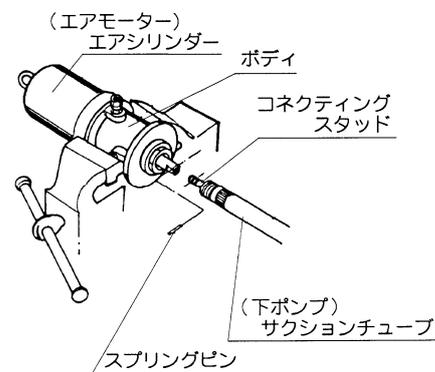

Fig.4.2
- 6) サクシオンチューブを引くと、エアモーターのピストンロッドと接続しているコネクティングスタッドが表れます。接続部のスプリングピンを抜き、コネクティングスタッド、または下ポンプを左に回しねじ戻し外すと、エアモーターと下ポンプが分離できます。(Fig.4.2)